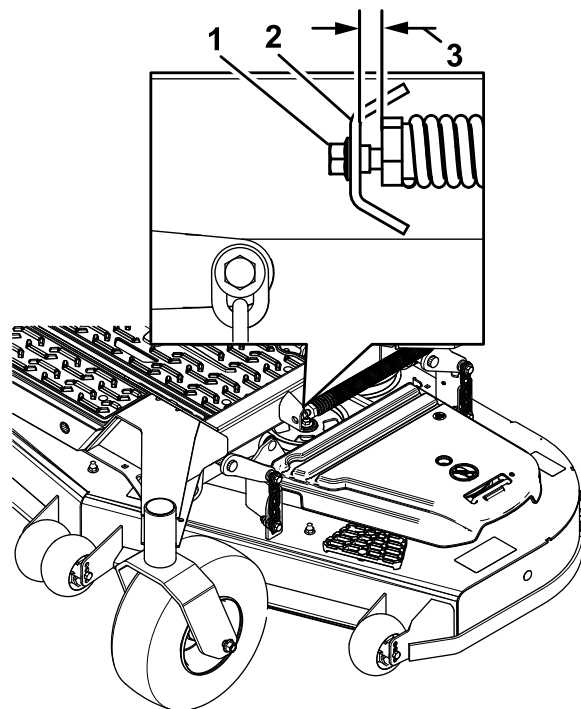

Figura 92
10. Afloje lentamente el tornillo de ajuste del muelle auxiliar de elevación hasta que pueda retirar el tornillo (Figura 92).